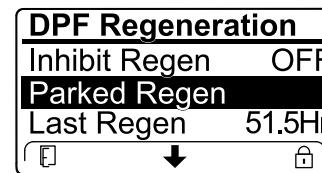

Figura 59
- Si la computadora del motor solicita una regeneración de recuperación, o si está procesando una regeneración de recuperación y usted se desplaza hasta la opción REGENERACIÓN ESTACIONARIA, la regeneración estacionaria se bloquea y el ícono de bloqueo (Figura 59) aparece en la esquina inferior derecha del InfoCenter.